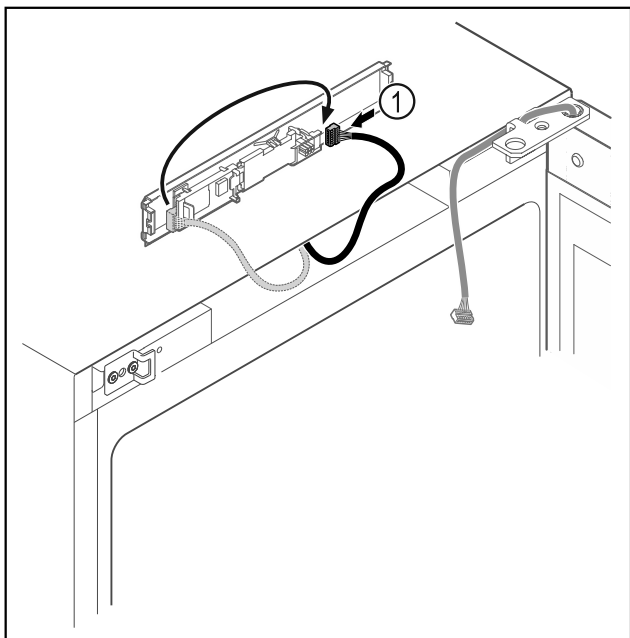

Fig. 13
- Wtyczkę Fig. 13 (1) należy ponownie podłączyć do płytki drukowanej.